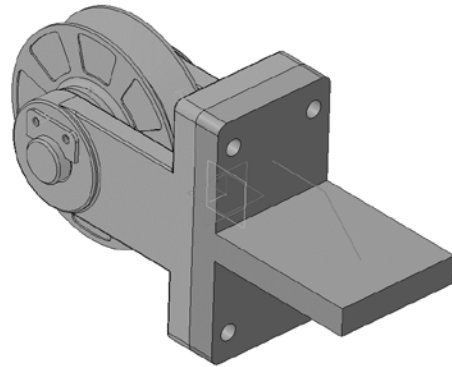

Рис. 56. Эскиз модели ребра жесткости
3.3.6 Закройте эскиз — модель должна выглядеть так, как показано на рис. 56.